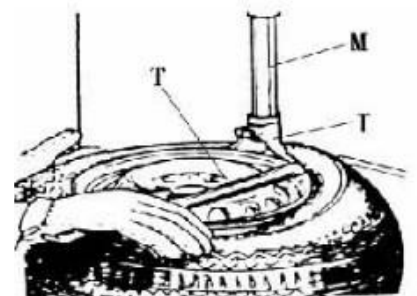

Figure 6
4. Abaissez le bras vertical (M) jusqu'à ce que la tête de montage/démontage (I) repose près du bord de la jante.
7. Insérez le levier de levage (T) entre le talon du pneu et la partie avant de la tête de montage/démontage (I), et déplacez le pneu au-dessus de la tête de montage/démontage, comme illustré en figure 6.